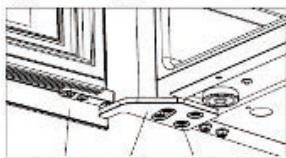

Imagen 5
- Instale la bisagra superior derecha ③ y atornille con fuerza los 16 tornillos M5 ②.[Imagen 5]